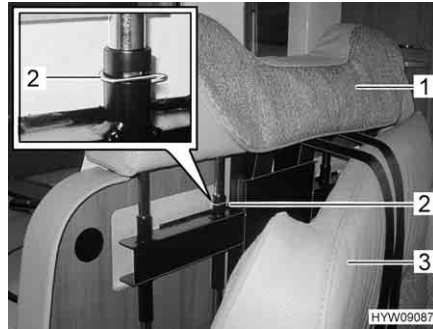

Fig. 65 Rimozione poggiatesta
- Ribaltare in avanti il cuscino (Fig. 65,3).
- Rimuovere i fermagli di sicurezza (Fig. 65,2).
- Tirare i poggiatesta (Fig. 65,1) verso l'alto.